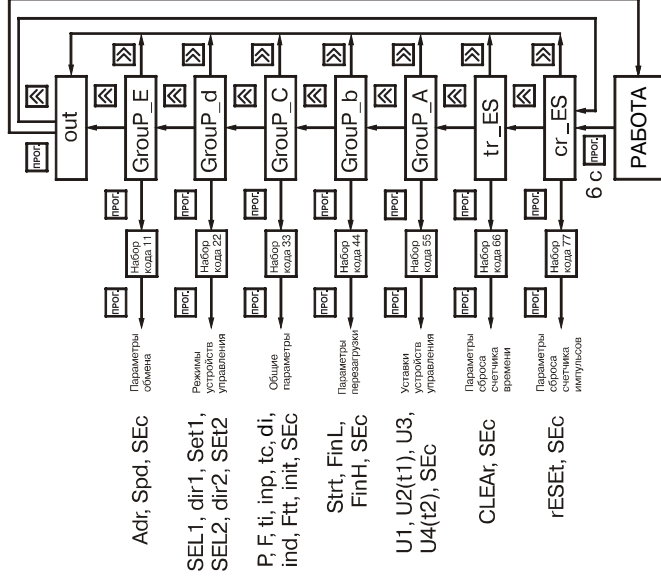

Рис. 22
6.1.5. Для входа в меню верхнего уровня из режима РАБОТА нажмите и удерживайте кнопку  до появления на цифровом индикаторе **c\_rES** (рис. 22).